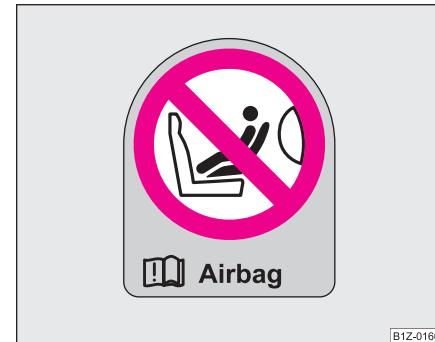

Fig. 151 Autocolant pe stâlpul central al ușilor, partea pasagerului din dreapta
- **Asupra acestui aspect atenționează și autocolantul amplasat pe partea dreaptă, pe stâlpul central al ușilor ⇒ pagina 173, fig. 151. Eticheta poate fi observată după deschiderea ușii pasagerului din dreapta. Un alt autocolant se găsește pe parbriz, pe partea pasagerului din dreapta.**